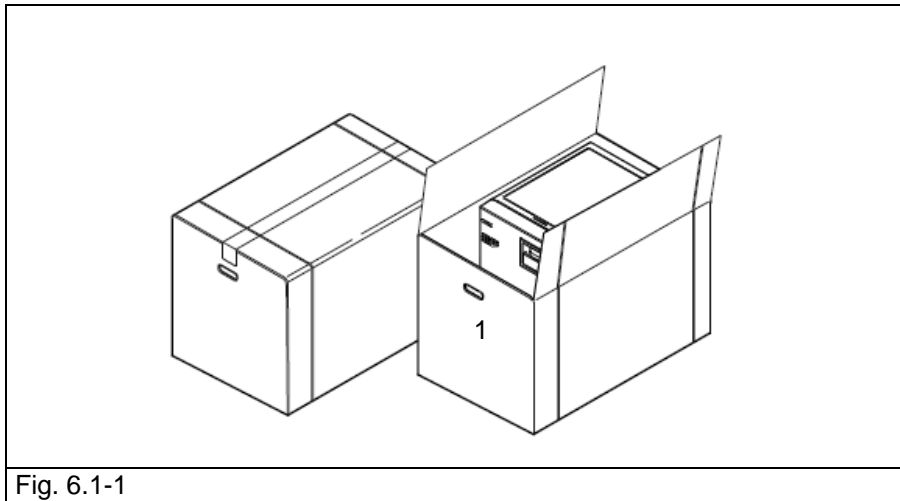

Fig. 6.1-1
Ambalajul și echipamentul sunt fragile, manevrați cu grijă. Transportul la fel de fragil. MÂNERELE DE PE AMBALAGE (1 din Fig. 6.1-1) TREBUIE FOLOSITE NUMAI PENTRU RIDICAREA VERTICALĂ. A se păstra într-un loc uscat și protejat. Ambalajul trebuie păstrat pe toată perioada de garanție.
- Scoateți capsele care închid partea de sus a ambalajului de carton (Fig. 6.1-1).